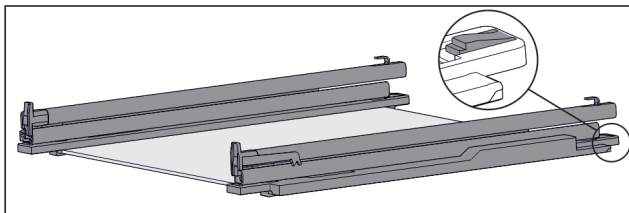

Fig. 125 Ripiano in vetro con guide e fermi
- ▶ Premere il fermo sul lato posteriore (vedere Fig. 125) e allo stesso tempo spingere la guida all'indietro.